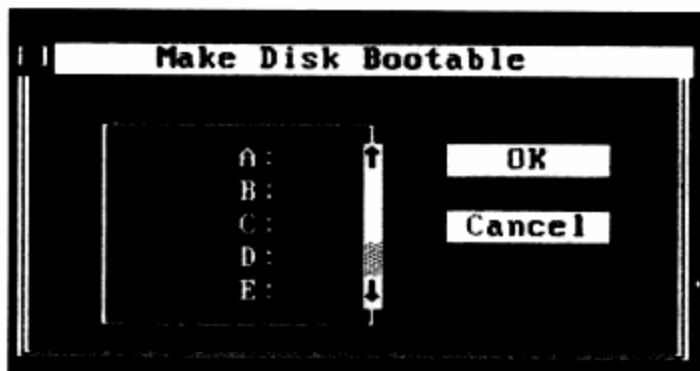

图14-5 用Disk Tool生成引导盘确认菜单
**步骤 04** 在正式开始制作引导盘之前，屏幕上还将出现一个确认菜单（如图14-5所示），经检查盘符设置无误后，选择Yes按钮，按Enter键后即可顺利地将C盘恢复成一个DOS系统引导盘。